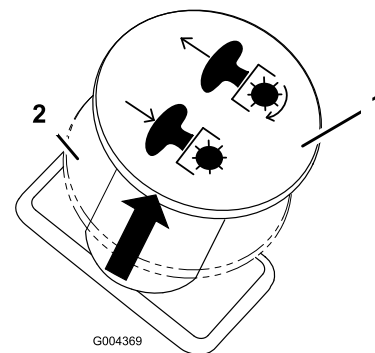

Bild 14
3. Ziehen Sie den ZWA-Schalter heraus, um die Messer einzukuppeln (Bild 14).
Drücken Sie den Zapfwellenantriebsschalter in die Aus-Stellung, um die Messer auszukuppeln (Bild 14).